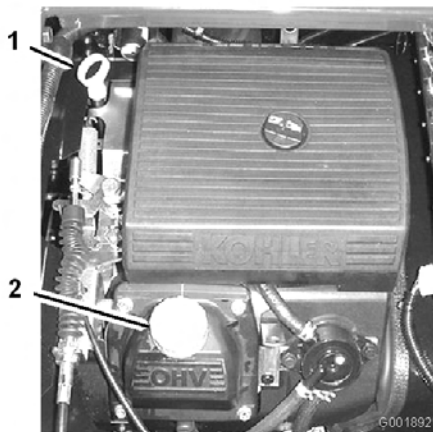

Bild 20
2. Nehmen Sie den Peilstab heraus und wischen Sie ihn mit einem sauberen Lappen ab (Bild 20). Stecken Sie den Peilstab in das Rohr und stellen Sie sicher, dass er vollständig eingeführt ist. Nehmen Sie den Peilstab heraus und prüfen Sie den Ölstand.
3. Wenn der Ölstand niedrig ist, nehmen Sie den Deckel des Einfüllstutzens von der Ventilabdeckung ab (Bild 20) und füllen Sie Öl auf, bis der Ölstand die Vollmarke am Peilstab